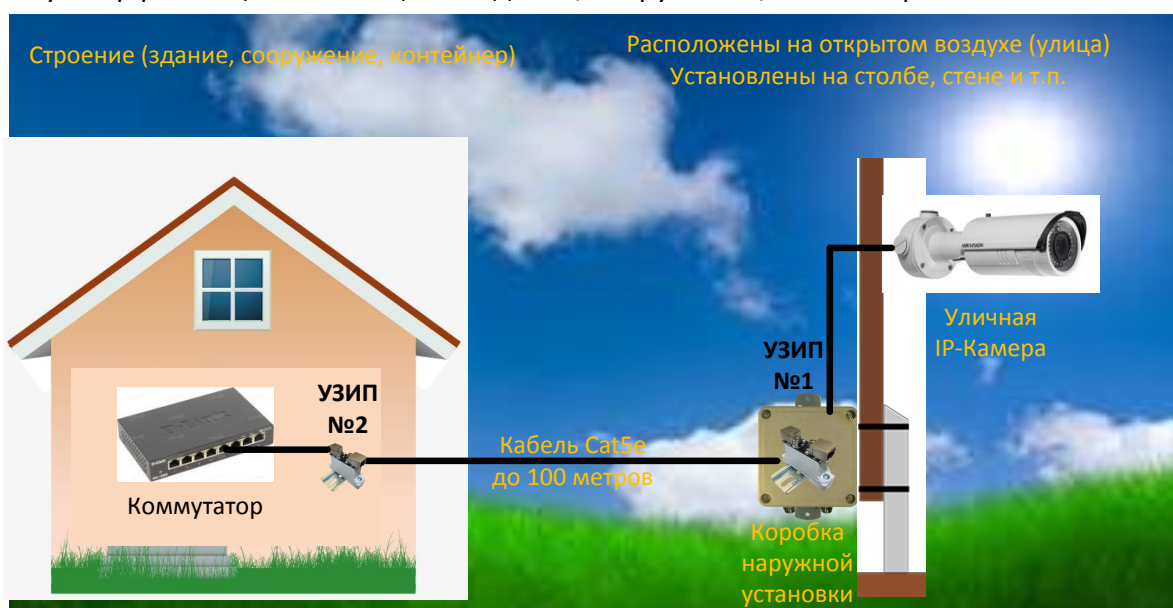

Рисунок 1.
#### 1.1. Описание схемы расположения оборудования систем видеонаблюдения (см. рис. 1):
**1.2.1 Устройство защиты (УЗИП) №1** располагается рядом с IP-камерой в коробке наружной установке (см. рис. 1). Варианты применяемых устройств защиты.
**1.2.2 Устройство защиты (УЗИП) №2** располагается рядом с коммутатором (см. рис. 1):